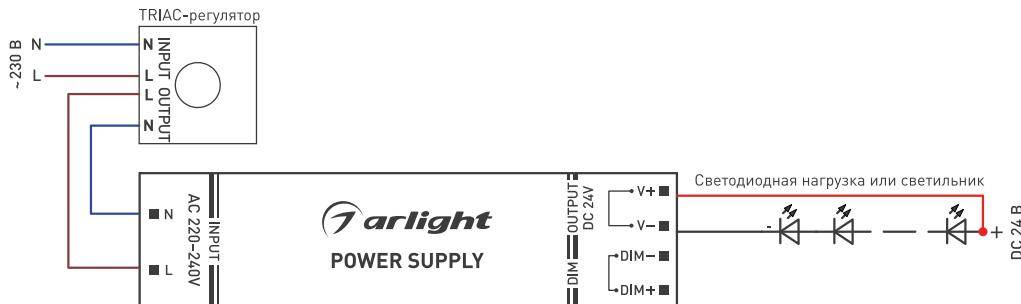

Рис. 1. Пример подключения источника питания с TRIAC-регулятором
- 3.6. Подключите провода обесточенной электросети или TRIAC-регулятора к входным клеммам источника питания со стороны **INPUT** [**L** — фазовая клемма, **N** — нулевая клемма] согласно схеме, поставляемой с TRIAC-регулятором [пример подключения приведен на рис. 1].